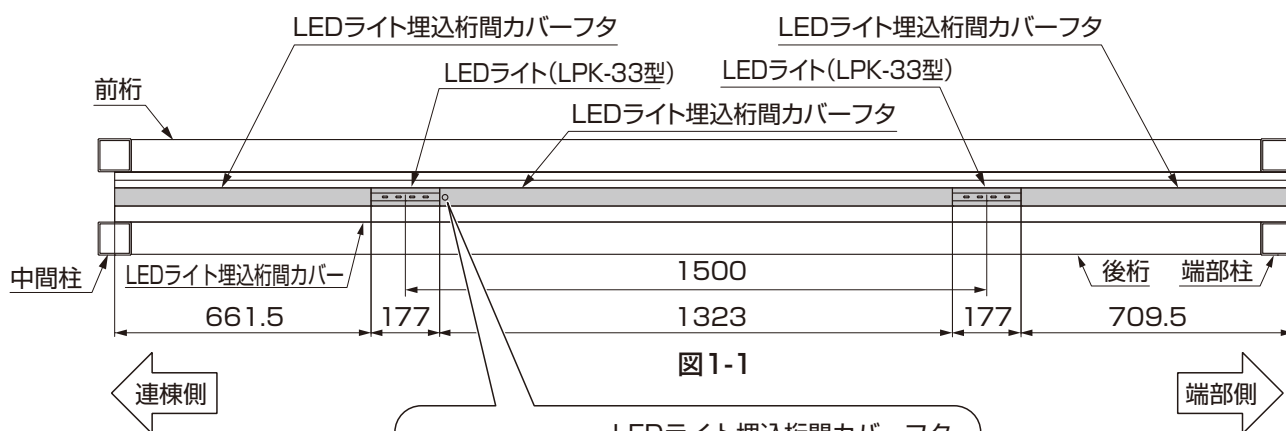

図1-1
- ① LEDライト取付け位置を決め、LEDライト埋込桁間カバーフタを図の長さに切断してください。(図1-1参照)
- (図1-1)は、弊社推奨のLEDライト取付け位置です。